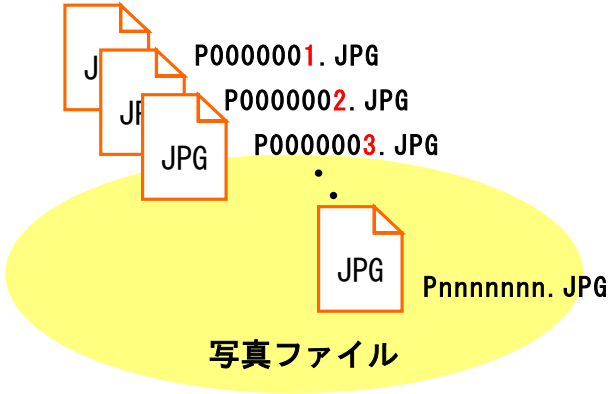
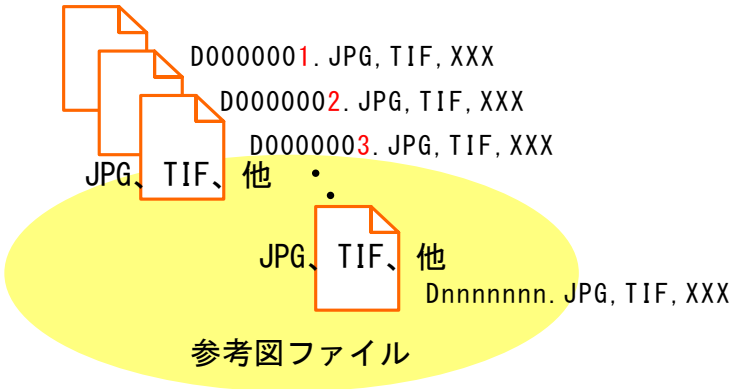

図 6-26 写真ファイルの命名（例）
図 6-27 参考図ファイルの命名（例）
- 写真ファイルの命名規則を図 6-26 及び図 6-27 に示します。
- (1) ファイル名・拡張子は半角英数大文字とします。
- (2) ファイル名は「P0000001. JPG」～「Pnnnnnnn. JPG」とします。
- 参考図ファイルの命名規則を図 6-27 に示します。
- (3) ファイル名・拡張子は半角英数大文字とします。
- (4) ファイル名は「Dnnnnnnn. JPG」又は「Dnnnnnnn. TIF」とします。